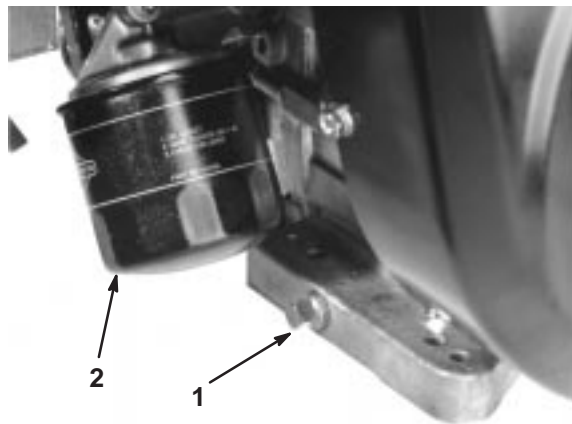

Figure 34
1. Enlevez le bouchon de vidange (Fig. 34) et laissez s'écouler l'huile dans un bac de vidange. Remettez le bouchon quand toute l'huile s'est écoulée.
2. Déposez le filtre à huile (Fig. 34). Appliquez une fine couche d'huile propre sur le joint du filtre de rechange.